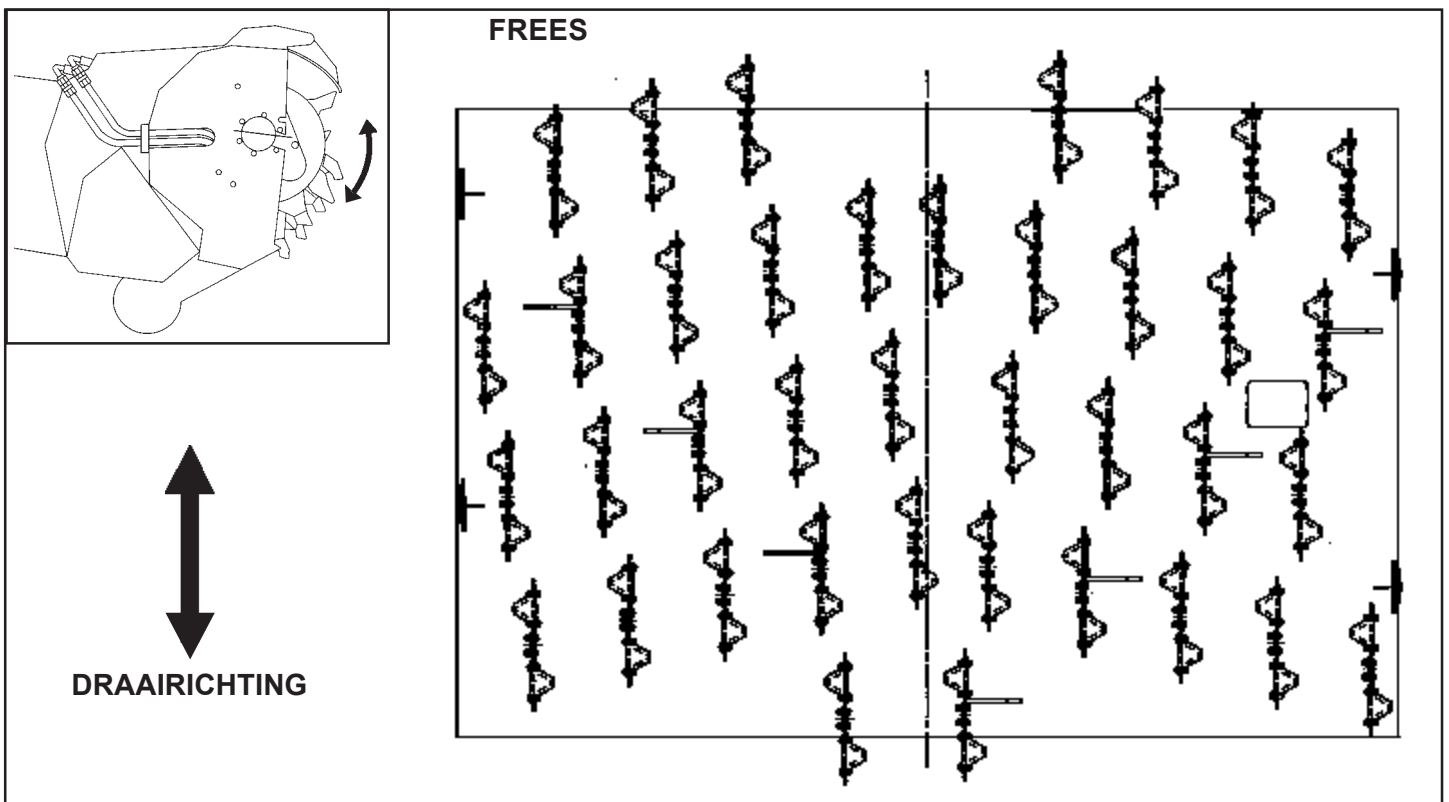

FIG. 12
- 4) De messen steeds één voor één uitwisselen, tesamen met de schroeven en erop letten, dat de stand en de richting weer zijn zoals ze oorspronkelijk waren (Fig. 12).